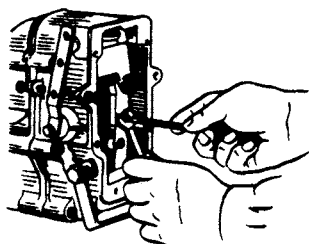

Рис. 64. Регулировка производи-
9.1. При номинальной частоте вращения  $1030 \text{ об/мин}$ , соответствующей максимальной мощности двигателя, средняя цикловая подача должна быть равна  $93\text{—}97 \text{ мм}^3/\text{цикл}$  для двигателя ЯМЗ-240М2,  $138\text{—}142 \text{ мм}^3/\text{цикл}$  для ЯМЗ-240НМ2,  $117\text{—}121 \text{ мм}^3/\text{цикл}$  — для ЯМЗ-240ПМ2. Величина этой подачи регулируется винтом регулировки номинальной подачи (рис. 64). При ввертывании винта подача уменьшается, при вывертывании — увеличивается.